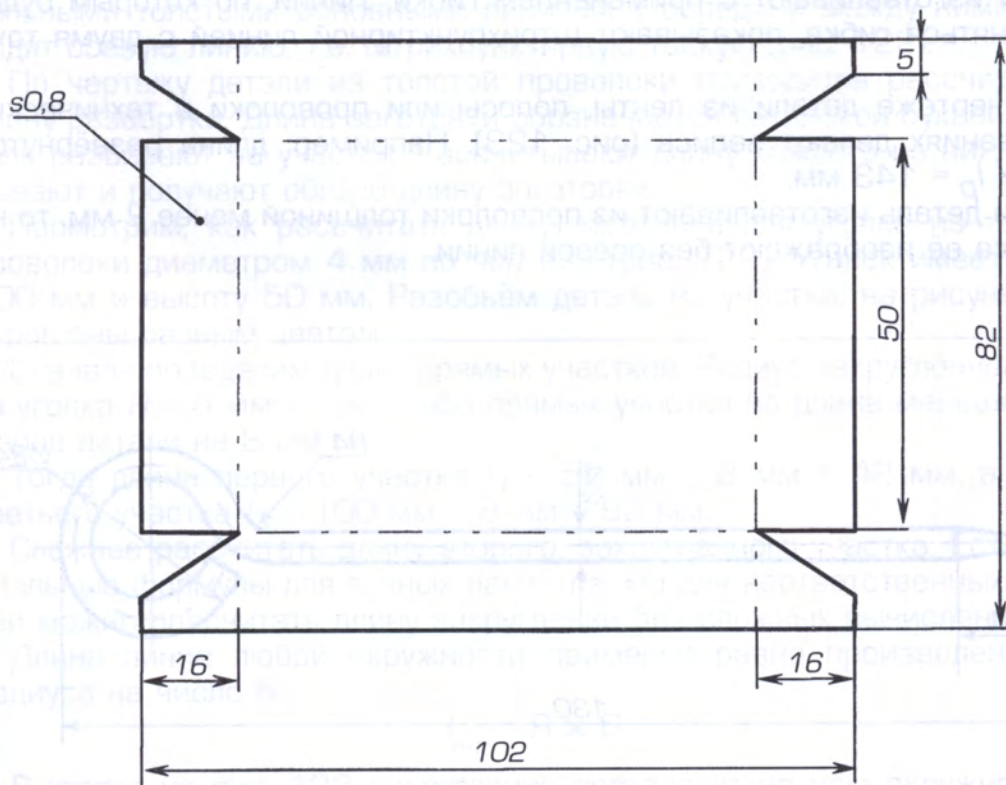

Рис. 120. Эскиз и развёртка коробки
На чертежах деталей из тонколистового металла кроме изображения готового изделия даётся чертёж развёртки (рис. 120). Так делают, если деталь изготавливают с применением гибки. Линии, по которым будет выполняться гибка, показывают штрихпунктирной линией с двумя точками.
3. Рассчитайте длину развёртки крючка (рис. 120).